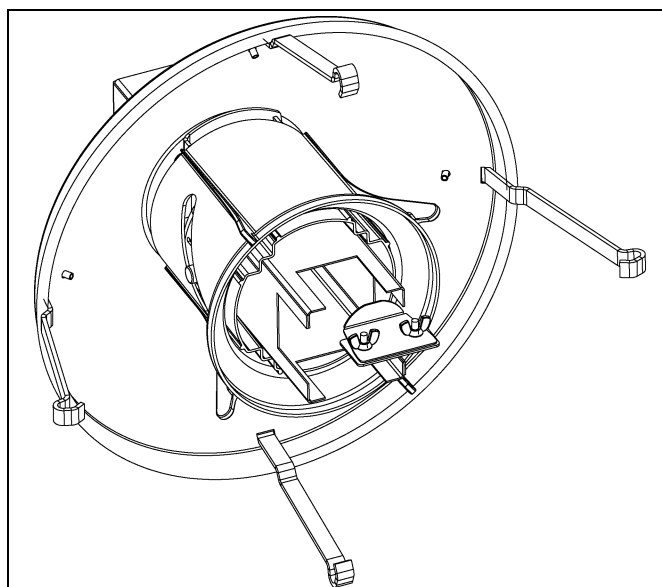

Рисунок 4O
2. Снимите лоток с кормушки, поверните кормушку на 90°, после чего переместите пластмассовый уровень корма и регулятор уровня корма к верхней части трубы отвода. *(см. рисунок 4O.)*